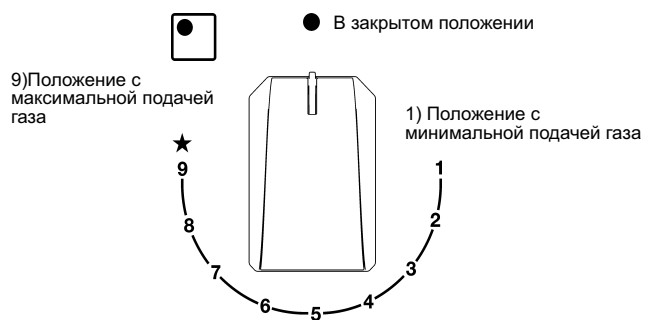

РИС. 1
Нажмите и поверните рукоятку, соответствующую нужной конфорке, против часовой стрелки, пока она не достигнет полностью открытого положения (сильный нагрев, рис. 1), затем нажмите на рукоятку.
Нажмите и поверните ручку, соответствующую требуемой горелке, в направлении против часовой стрелки, пока она не достигнет положения полного заполнения  (позиция 9, рис. 1), затем нажмите ручку, кран оборудован шкалой из 9 позиций, при каждом нажатии пламя уменьшается до тех пор, пока вы не достигнете положения 1, т.е. минимальной подачи газа.
Рукоятку конфорки, оборудованной защитой от утечки газа, необходимо повернуть против часовой стрелки до полностью открытого положения (сильный нагрев, рис. 1), до упора. После этого следует нажать соответствующую рукоятку и повторить указанные ранее действия.
уменьшите нагрев (слабый нагрев, рис. 1).
- Конфорку, оснащенную защитой от утечки газа, можно зажечь, только когда соответствующая рукоятка находится в полностью открытом положении (рис. 1).